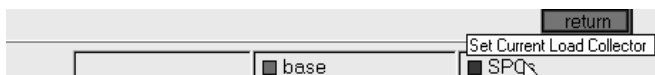

图 8-3 第 1 步窗口
(1) 单击位于 HyperMesh 状态栏右侧的 Set Current Load Collector，在界面上列出了所有定义的载荷集，如图 8-3 所示。